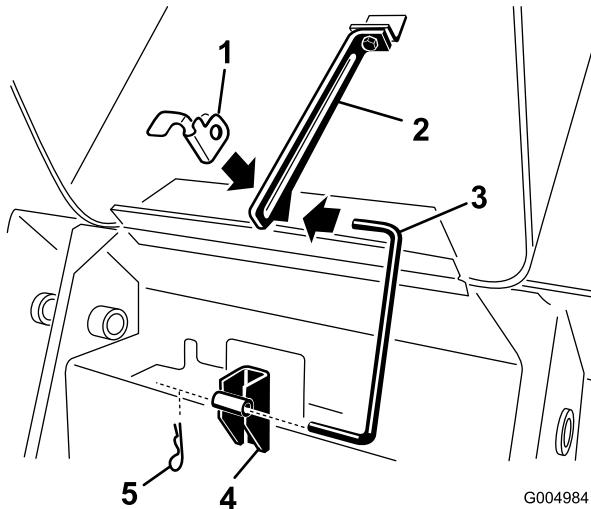

Figure 41
3. Sortez la goupille fendue du bas de la bâche de capot et sortez la bâche des supports de retenue et de la languette (Figure 41).
7. Placez la bâquille dans les supports de retenue et la languette, et fixez-la en place avec la goupille fendue (Figure 41).